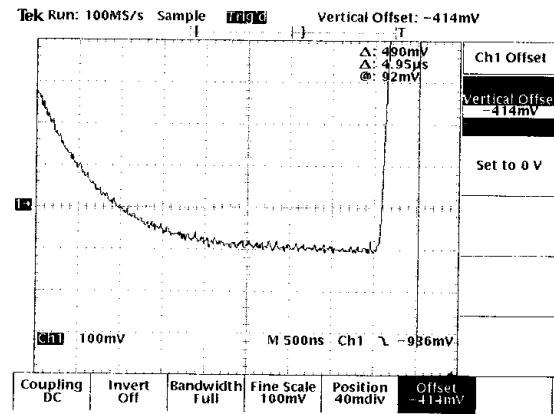

図 2: $V_{\text{biasgate}} = 3.500$, $V_{\text{reset}} = 0.323$ のときの ADC 入力波形。1 ピクセルの後半部分を見たもの。ピクセル間のとげの収束が遅くて、ADC のトリガがかかる時はまだ収束していないのが分かる。
ここで、オシロの波形をチェックしたところ図 2 のようにピクセル間のとげが鈍ってしまっていて、それが収束する前にサンプリングしていることが分かった。さらに V_{reset} をチェックしたところ、冷却前は 0.500(V) に設定していたはずが 0.323(V) にまで低下していた。